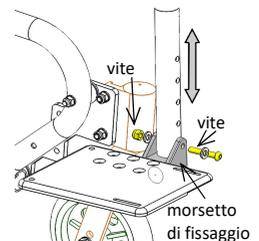

fig. 10.1: Regolazione altezza
- Regolazione altezza del poggiatesta (fig. 10.1):